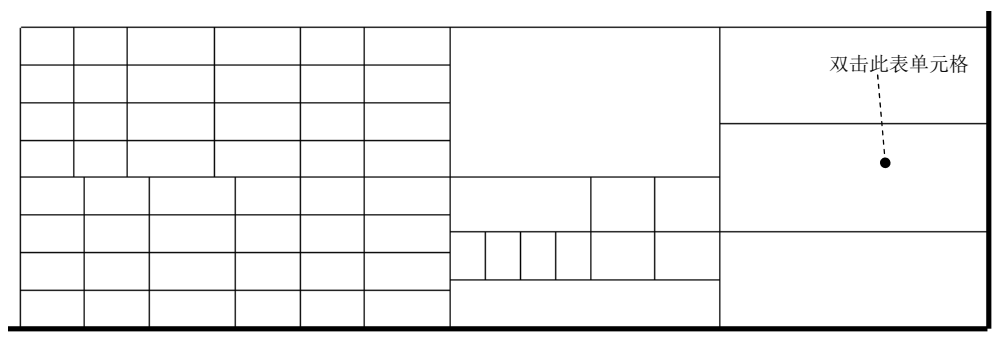

图 6.4.7 合并单元格结果
Step10. 由于需要合并的单元格繁多，这里不详细说明；合并结果如图 6.4.7 所示。
Step11. 接下来向表格中输入文字，双击图 6.4.7 所示的单元格。
(1) 单击  按钮右侧的  按钮，此时系统弹出“文本样式”对话框，然后将上一步输入的文本“铣刀盘”选中。
(2) 在 **字符** 区域中取消选中 ☐ **默认** 复选框，然后在 **字体** 下拉列表中选择 **FangSong_GB2312** 选项。
(3) 在 **高度** 文本框后取消选中 ☐ 默认复选框，在文本框中输入文本高度值 5。